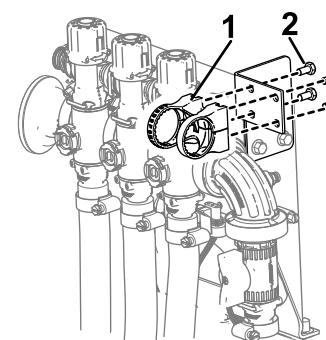

Figura 20
5. Instale el conjunto de la válvula de control en la escuadra de la válvula de control con 4 pernos (M6), como se muestra en la Figura 20.